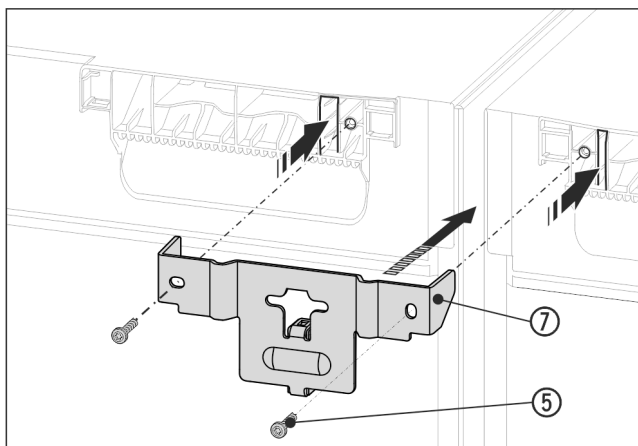

Fig. 15 Példaként szolgáló ábrázolás
- ▶ Tolja a rögzítővasat Fig. 15 (7) és a távtartót a készülékek közé, a nyelvet pedig a készülék fedelébe. Húzza meg a 2 csavart Fig. 15 (5).